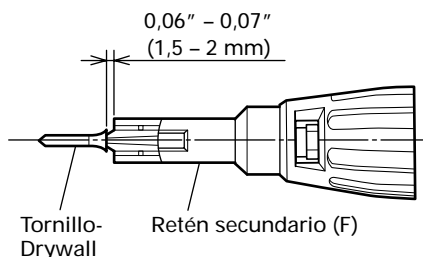

Fig. 5
(2) Para tornillos-Drywall (Fig. 5)